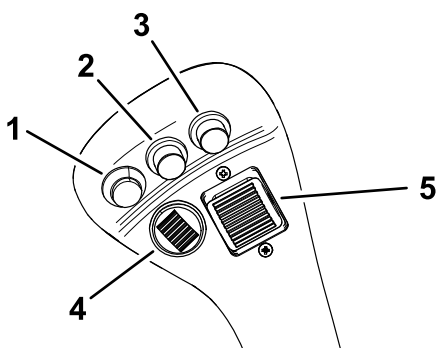

Рисунок 19
- Для работы гидравлического навесного оборудования в прямом направлении нажмите правую кнопку (Рисунок 19).
- Для работы гидравлического навесного оборудования в обратном направлении нажмите среднюю кнопку (Рисунок 19).
- Чтобы остановить гидравлическое навесное оборудование, нажмите левую кнопку (Рисунок 19).
Чтобы выдвинуть стрелы погрузчика, поверните рычаг выдвижения вперед (Рисунок 19), а чтобы втянуть их, поверните рычаг назад.